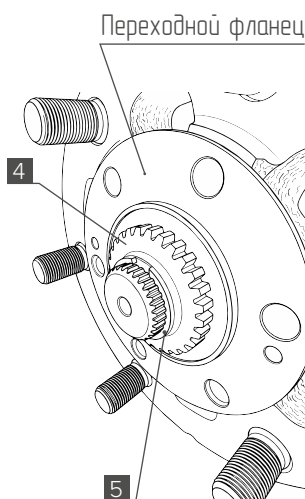

Рис. 4
6. Установите на ступицу переходной фланец хаба, затем муфту хаба [4] и защелкните стопорное кольцо [5]. (рис.4)